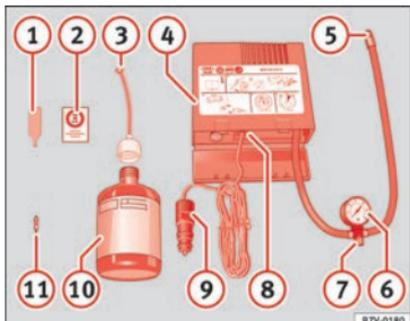

Fig. 57 Représentation standard : contenu du kit anticrevaison.
- Dévissez le capuchon et l'obus de la valve du pneu. Utilisez l'appareil » fig. 57 ① pour extraire l'obus. Placez-le sur une surface propre.
- Agitez fortement la bouteille de produit de colmatage des pneus » fig. 57 ⑩.
- Vissez le tuyau de gonflage » fig. 57 ③ sur la bouteille de produit de colmatage. Le plombage du goulot de la bouteille est automatiquement percé.
- Retirez le bouchon du tuyau de remplissage » fig. 57 ③, puis vissez l'extrémité ouverte du tuyau sur la valve du pneu.
- Placez de nouveau l'obus de valve sur la valve du pneu avec l'outil » fig. 57 ①.
- Vissez le tuyau de gonflage du pneu du compresseur » fig. 57 ⑤ sur la valve du pneu.
- Vérifiez si la vis d'évacuation d'air est serrée » fig. 57 ⑦.
- Branchez le connecteur » fig. 57 ⑨ à une prise de courant de 12 volts du véhicule » page 142.
- Raccordez le compresseur d'air au commutateur ON/OFF » fig. 57 ⑧.